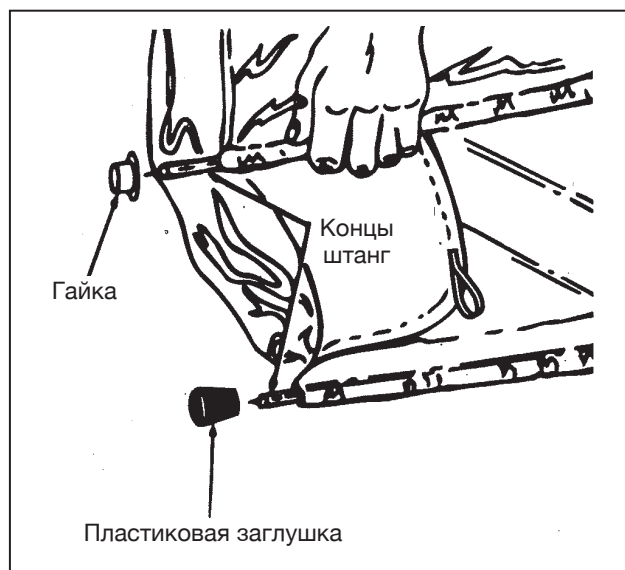

Рис. 5
7. Закрепите концы ушек мешка гайками и оденьте на тяги пластиковые заглушки (рис. 5).